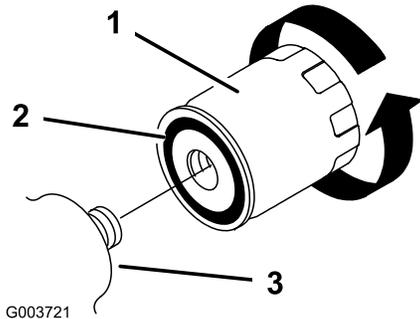

図 37
5. 古いフィルタ 図 37 を外し、取り付けアダプタ部の表面をきれいに拭く。
6. 新しいフィルタのゴム製ガスケットにきれいな油圧オイルを薄く塗る 図 37。
7. アダプタに新しいフィルタを取り付ける 図 37。ゴム製ガスケットがアダプタに当たるまで手でねじ込み、そこから更に 1/2 回転増し締めする。